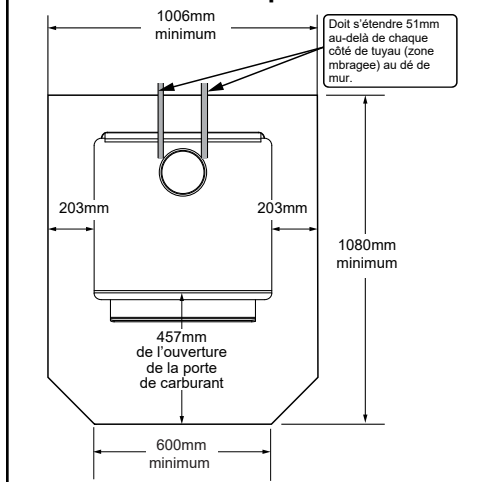

Figure 9.2 - ** Cette dimension varie en fonction de l'installation.
Au Canada, une protection de sol similaire doit être fournie à 457 mm (18 pouces) à l'avant et à 203 mm (8 pouces) des côtés et de l'arrière de l'appareil, à moins que le foyer ne soit contre le mur (**Figure 9.2**). Ensuite, le dégagement peut être réduit à l'aide d'un tuyau à double paroi et du tableau **Dégagement par rapport aux matériaux inflammables** indiqué à la page 10.
***EXCEPTION :** Les protections incombustibles pour le sol doivent s'étendre sous le conduit lorsque l'évacuation est horizontale et se prolonger de 51 mm (2 po) de chaque côté du conduit; **Voir figure 9.2.**